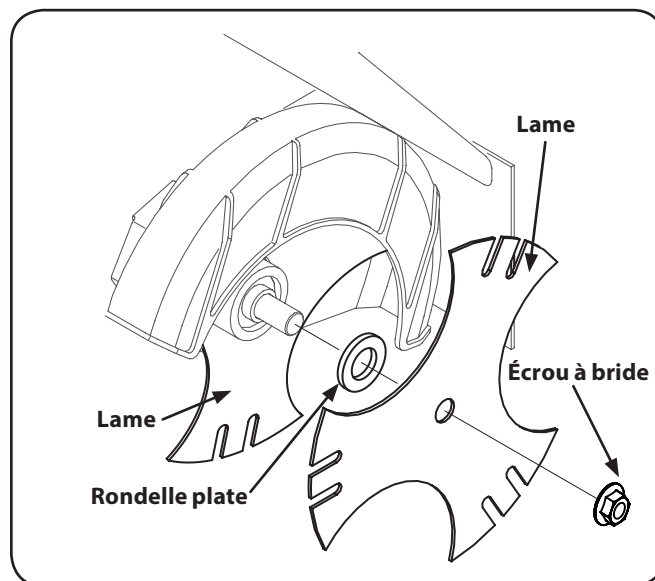

Figure 5-5
1. Utilisez deux clés (une clé pour retenir la tête du boulon et l'autre pour desserrer l'écrou à bride) pour enlever l'écrou qui retient la lame. Ne retirez pas la lame. Voir Figure 5-5.
2. Installez la rondelle plate et l'autre lame fournie avec l'appareil. Voir Figure 5-5.